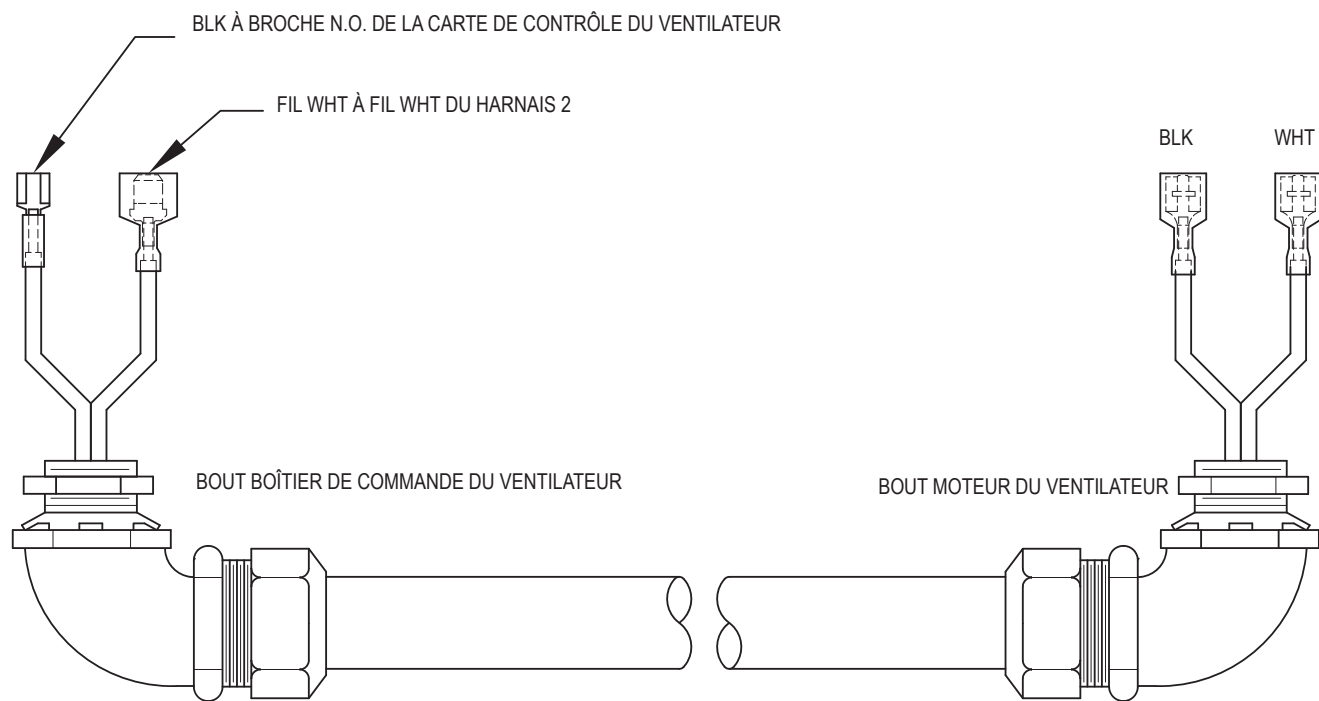

Figure 7. Harnais 2, modèles 0514 à 0824
Le ventilateur peut être raccordé à un conduit d'évacuation dont le diamètre est différent de ceux indiqués ici, si un ingénieur en mécanique du bâtiment conçoit le système en tant que système de ventilation technique, appose son sceau sur les plans et accepte la responsabilité de son bon rendement. Dans de tels cas, il faut s'assurer d'utiliser un raccord de transition approprié entre le raccord d'évacuation du ventilateur et le raccord d'entrée du conduit d'évacuation. Il est fortement recommandé de prévoir une transition lisse chaque pour implanter ce changement de diamètre, voir **Figure 7**.
12. Connectez les fils dans le boîtier du module de commande du ventilateur, voir **Figure 7**.
13. Connectez l'autre extrémité du HARNAIS 3 au moteur du ventilateur, voir **Figure 7**.
6. Disposez les harnais de câble sous conduite comme indiqué à la **Figure 7**.